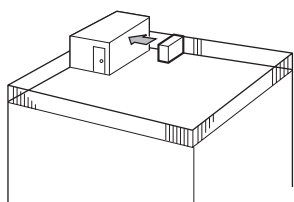

Fig. 2-16
- ① Ауа шығысын қабырғадан шамамен 50 см болатындай ең жақын орналасқан қабырғаға қаратып беттеңіз. (Fig. 2-16)